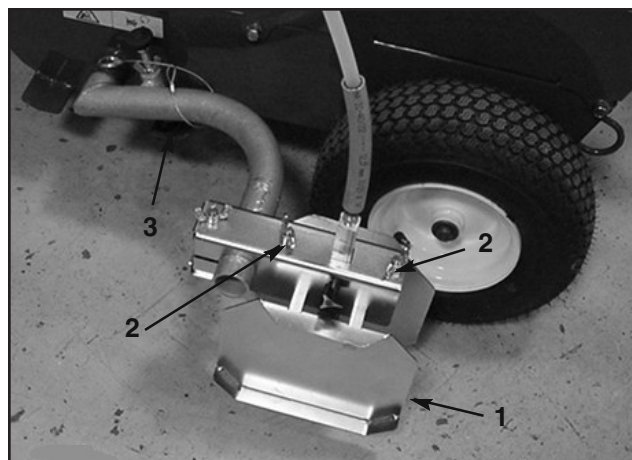

図21
1. スプレー・シールドをブームのアームに固定している蝶ナットをゆるめる (図21)。